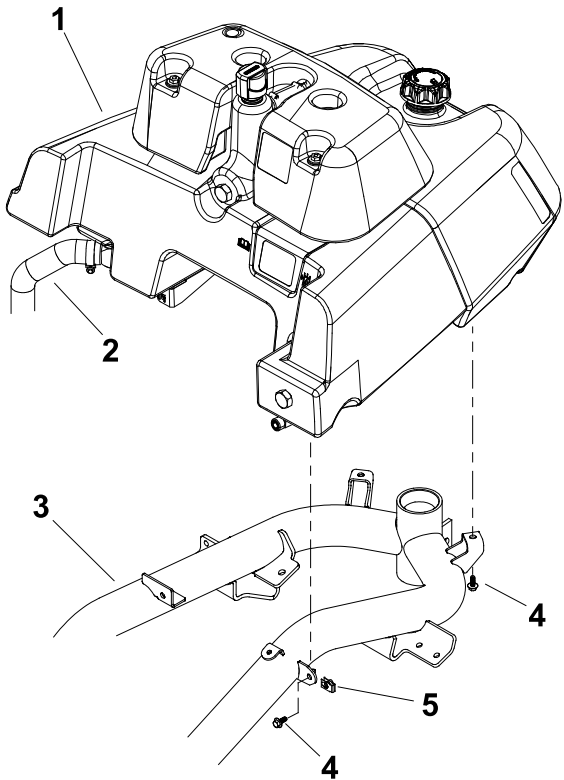

图2
- Greensmaster 3400 或 3420 机器：图2